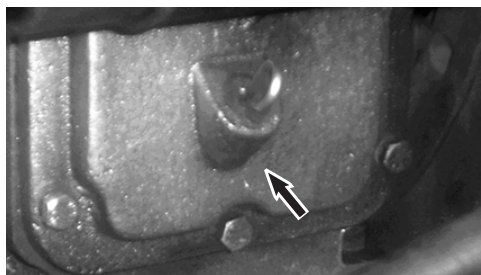

Figura 19
**17. c)** Para a leitura do nível, retire a vareta indicadora (Figura 19) localizada no bujão atrás do alternador e limpe com um pano limpo e sem fiapos, e depois recoloca-a pressionando até o fim. O nível não deve ficar abaixo da marca inferior da vareta (Falta de óleo), nem acima da marca superior (Excesso de óleo). Caso uma destas ocorram, o nível deve ser ajustado para que fique exatamente no meio das duas marcas niveladoras (Superior e Inferior). Caso necessário, adicione óleo lubrificante da mesma marca e viscosidade do que já está sendo usado, atrás do bujão.